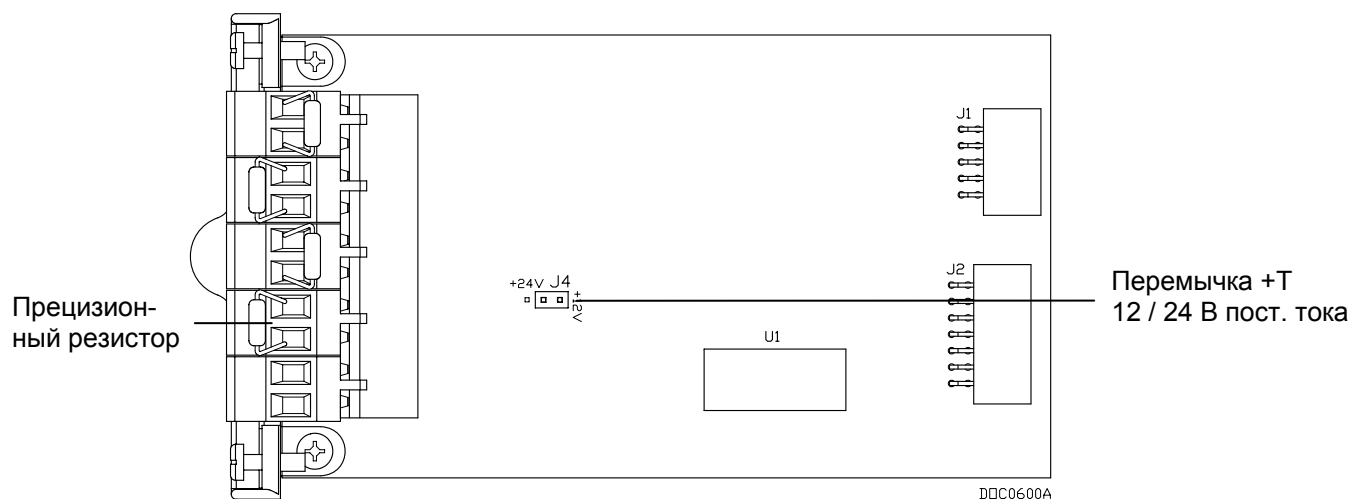
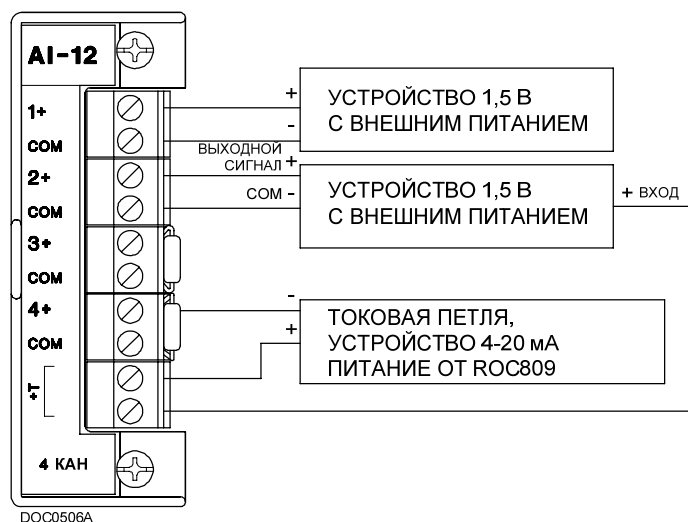

Рис. 4-4. Переключатель J4 модуля AI-12 (установлен на +12 В)
Рис. 4-5. Внешняя проводка приемного модуля аналогового ввода
Аналоговый модуль AI (+T) можно настроить на 12 или 24 В пост. тока, используя переключку J4 модуля AI-12 (см. рис. 4-4). Аналоговые модули (AI) могут отдельно обеспечивать питанием +12 В или +24 В пост. тока внешние датчики. Например, один модуль может обеспечивать аналоговые датчики малой мощности питанием +12 В пост. тока, а другой модуль того же контроллера может обеспечивать питанием +24 В пост. тока обычные датчики, потребляющие от 4 до 20 мА. См. рис. 4-5.